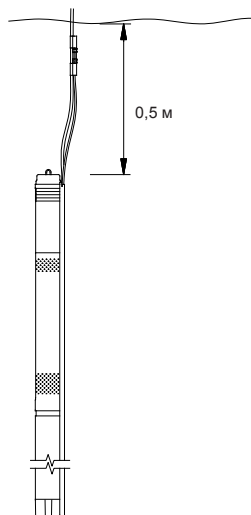

Рис. 7 Установка в вертикальном положении
- для установки в вертикальном положении: минимальное расстояние 0,5 м от насоса до динамического уровня воды (см. рис. 7);